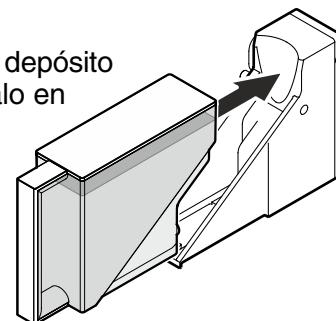

Figura 20
3. Coloque de nuevo el depósito de agua e intodúzcalo en la consola hasta el tope (**Figura 20**).